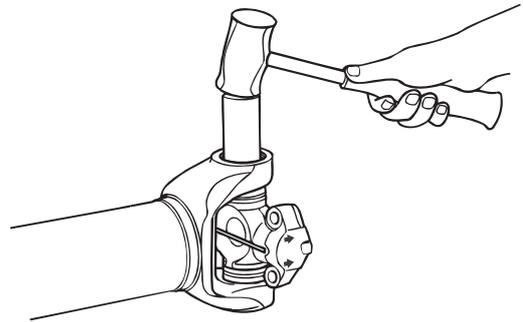

Figura 4.5
2. Se necessário, use um pino de bronze e toque levemente o centro da bucha para auxiliar na remoção do anel elástico. Figura 4.5.